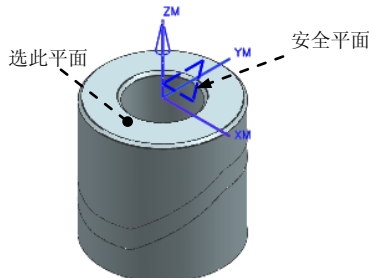

图 5.3.3 创建安全平面
(1) 在“Mill Orient”对话框 **间隙** 区域 **安全设置选项** 下拉列表中选择 **平面** 选项，单击“指定安全平面”按钮 ，系统弹出“平面构造器”对话框。
(2) 选取图 5.3.3 所示的平面，在 **偏置** 文本框中输入值 10.0，单击  按钮，系统返回到“Mill Orient”对话框，完成安全平面的创建。